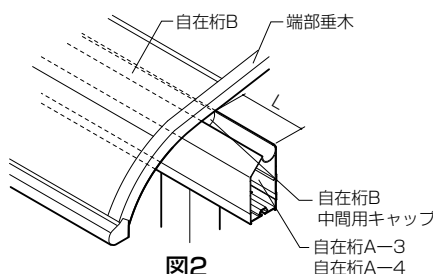

図2
- ②自在桁B中間用キャップから自在桁A-3、A-4の端部までを実測して2200mm以下にしてください。(図2)